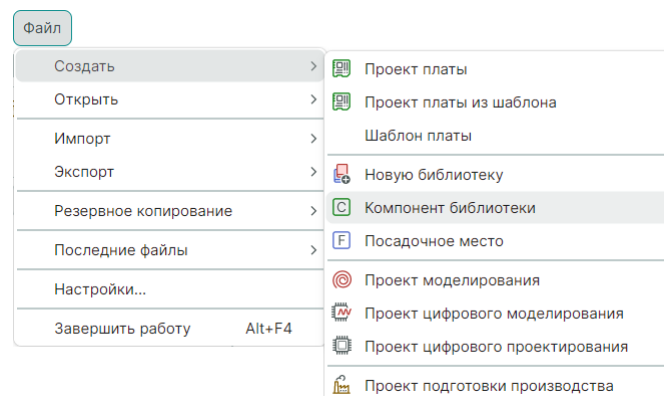

Рис. 196 Создание компонента из главного меню
1. Выберите в главном меню «Файл» → «Создать» → «Компонент библиотеки», см. Рис. 196.